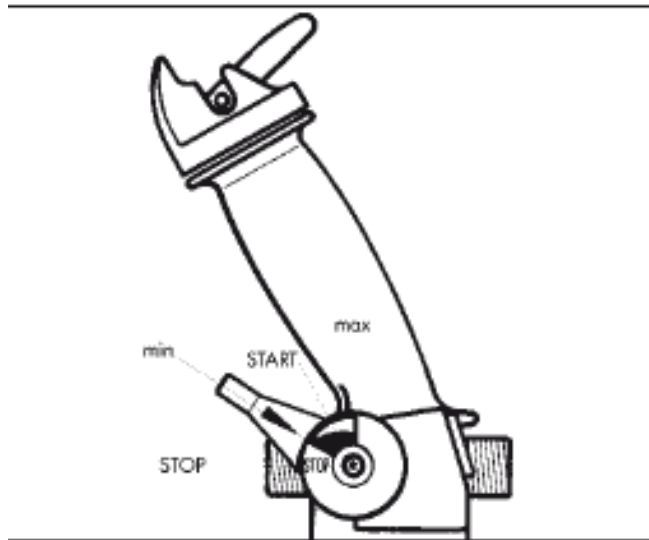

Рис.6
- Как только двигатель запустится, нажмите на дроссельный рычаг (рис. 6) для увеличения частоты оборотов двигателя, либо с помощью установочного рычага (рис.6) выберите необходимую частоту для продолжительного режима работы.
Если, несмотря на многочисленные попытки оператора, двигатель все же не запускается, значит камера сгорания двигателя уже переобогащена топливной смесью. В этом случае мы рекомендуем вывернуть и просушить свечу зажигания. Переведите выключатель (рис.6) в положение “Stop”, а установочный рычаг (рис.6) в положение “max”. Затем при вывернутой свече зажигания несколько раз вытяните трос стартера для продувки камеры сгорания. После этого снова установите свечу зажигания и повторите процесс запуска.
- Установите рычаг дросселя либо установочный рычаг в положение холостого хода либо в положение “min”.(рис.6)